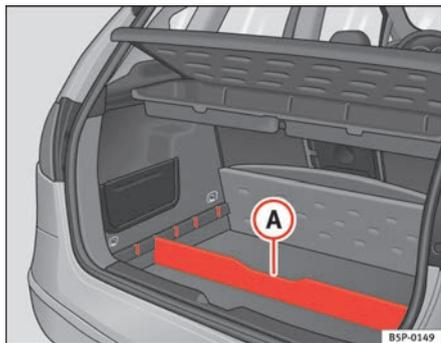

Fig. 106 Separatore del pavimento del vano portabagagli
- Collocare il separatore **A** ⇒ fig. 106, nelle fessure laterali, a seconda delle dimensioni degli oggetti da trasportare. Sotto al vano portaoggetti si trovano gli attrezzi di bordo e la ruota di scorta.